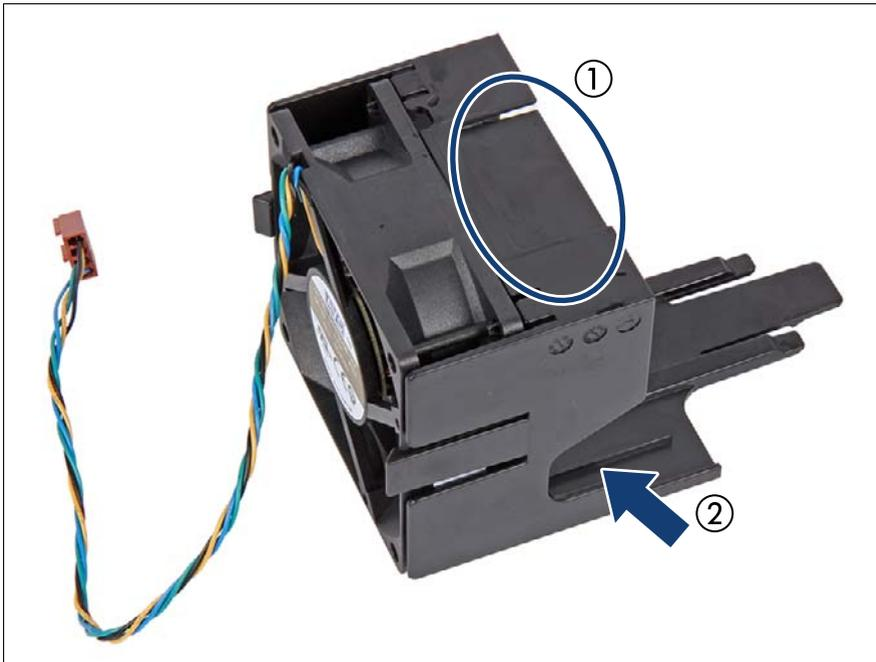

図 74: HDD ファンモジュール - ブレイクアウトと溝
- ▶ HDD ファンのプラスチックのフラップを HDD ファンモジュールから手で壊して取り外します (図 74 を参照)。
- ▶ システムボードコネクタ「FAN2」にファンケーブルを取り付けます (1)。
- ▶ 必要に応じて、SAS ケーブルを HDD ファンの溝に通します (図 74 を参照)。
- ▶ 必要に応じて、Oculink ケーブルを HDD ファンの隙間に通します (図 74 を参照)。
- ▶ HDD ケージの上部にファンモジュールを取り付けて (2)、所定の位置にロックされるまでスライドさせます (3)。